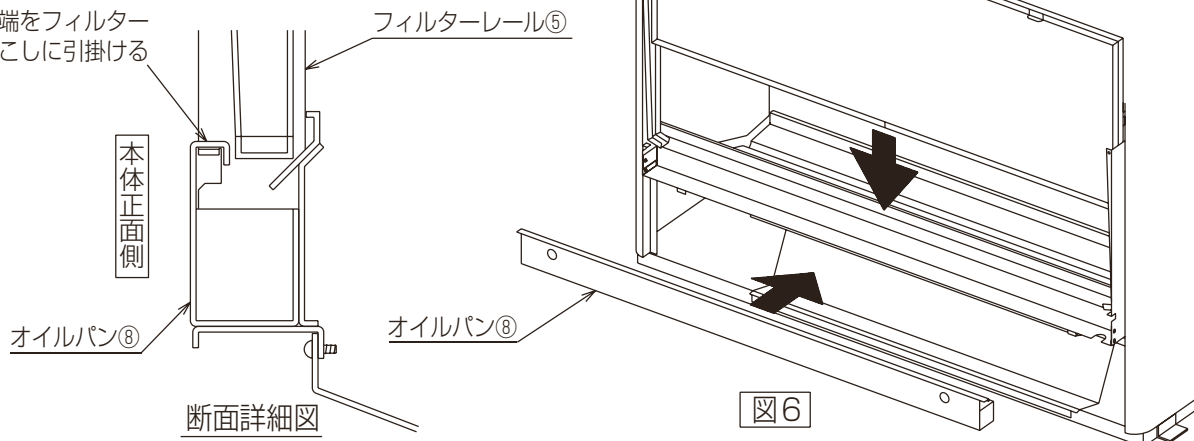

図6
(6) オイルパン、オイルフィルターの取付け・・・図6
- 1) オイルパン⑧を図6のとおりオイルパン受けの上に取り付けてください。
- 2) オイルフィルター⑨を取手が手前上側になるようにフィルターレールに沿って取付けてください。